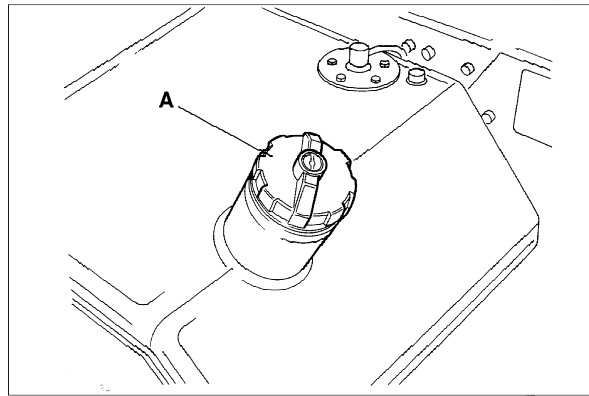

Fig.15
- Introdurre del gasolio (Fig.15).
- Dieselkraftstoff auffüllen (Fig.15).